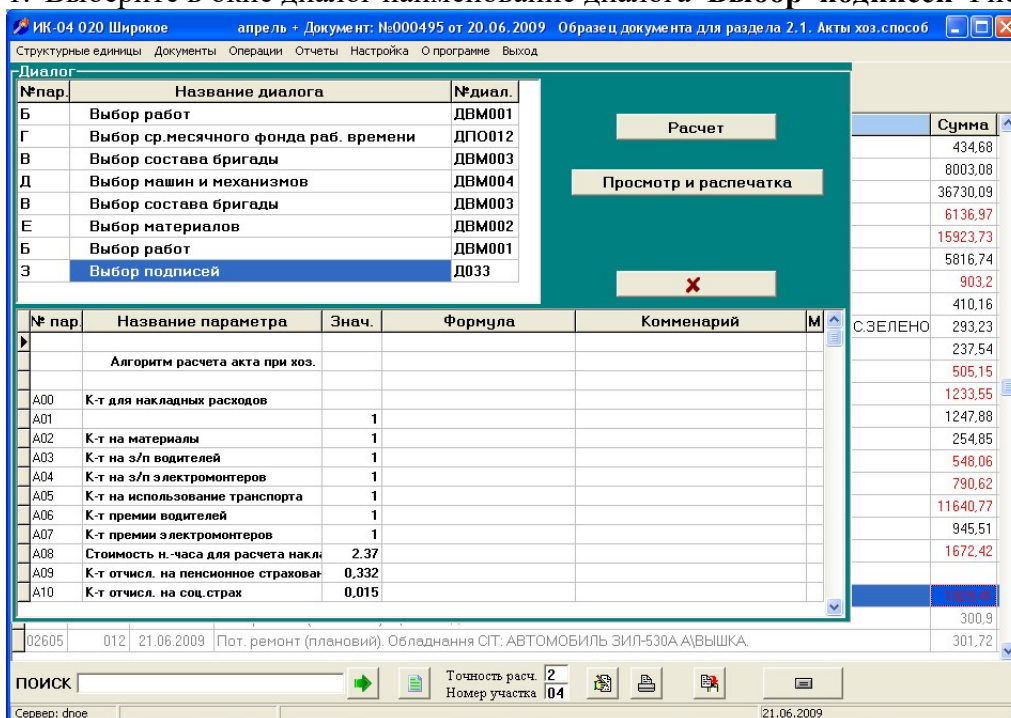

Рис.3.20
1. Выберите в окне диалог наименование диалога **Выбор подписей** Рис.3.20;